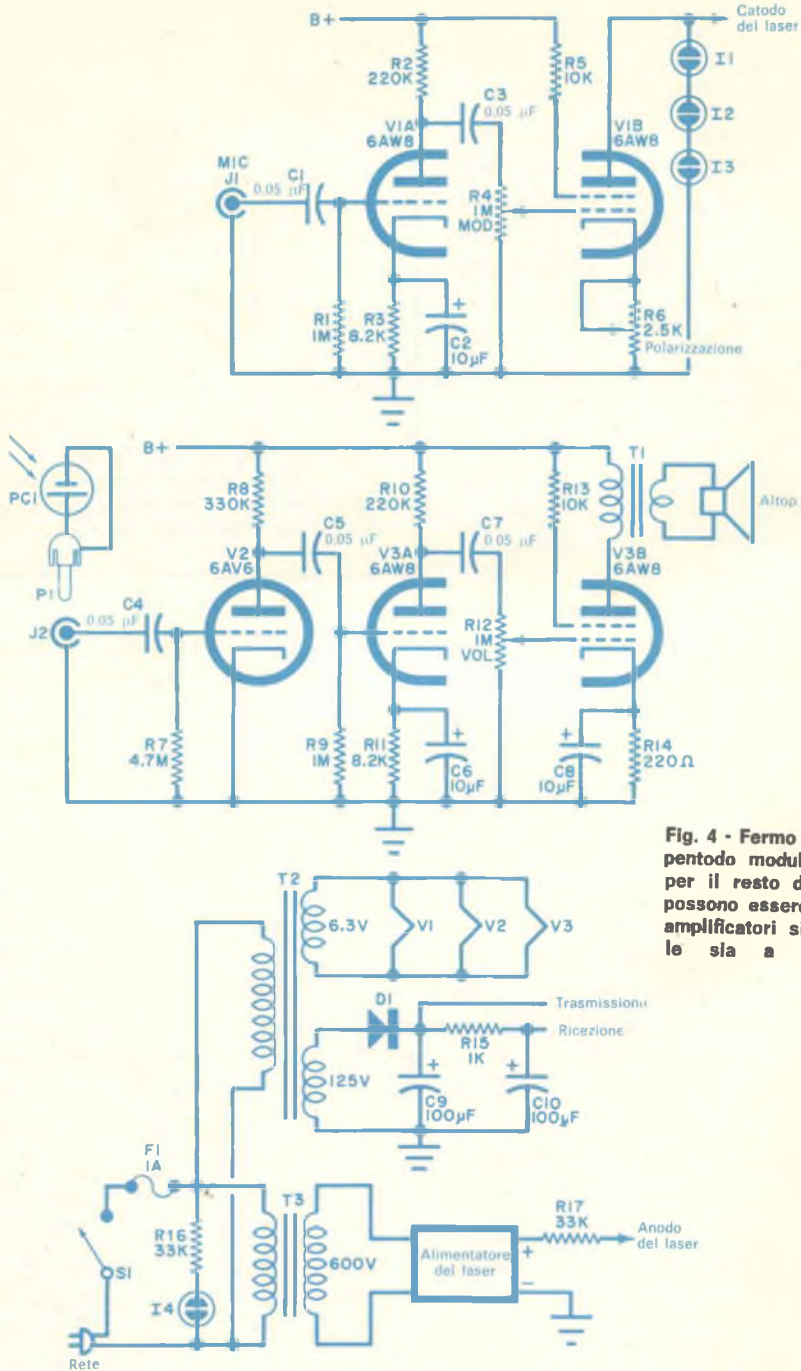

Fig. 4 - Fermo restando il pentodo modulatore V1B, per il resto del circuito possono essere impiegati amplificatori sia a valvole sia a transistori.
**Modulatore base** - Il circuito per convertire il laser originale in un ricetrasmittitore a raggio luminoso è riportato nella *fig. 4*; nella *fig. 5* è illustrato invece il montaggio finito. È stato usato un sistema completa-
Dopo aver montati tutti i componenti, si effettuano i collegamenti da punto a punto impiegando, ove è necessario, basette d'ancoraggio e seguendo il circuito della fig. 4. Naturalmente, non è necessario usare valvole per l'amplificatore microfonico; si può usare il pentodo 6AU6 per il pilotaggio del laser e, per l'amplificatore, un amplificatore commerciale a transistori.